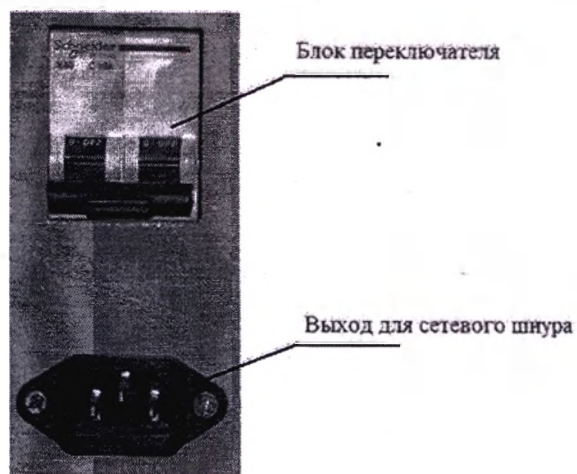

Рис.8. Задняя панель инкубатора
- Подсоедините съемный шнур питания к инкубатору (рис.8,9). Подсоедините вилку шнура питания в отдельную розетку сети питания и проведите пусконаладочные работы. Для этого переведите блок переключателя в положение «ON»/(ВКЛ).